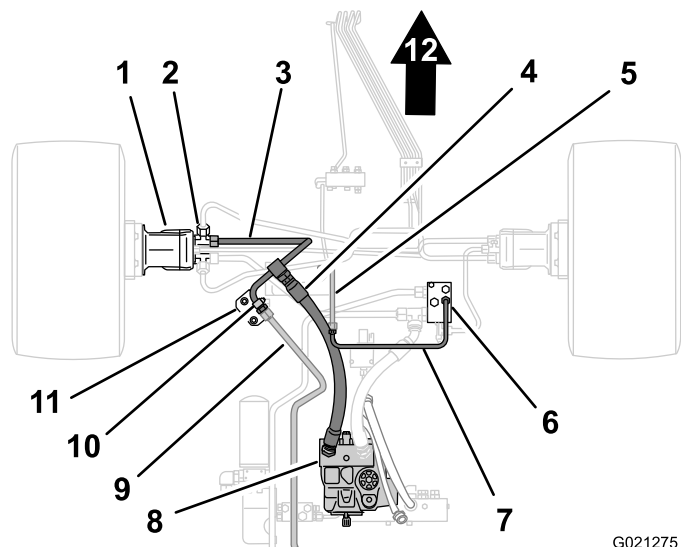
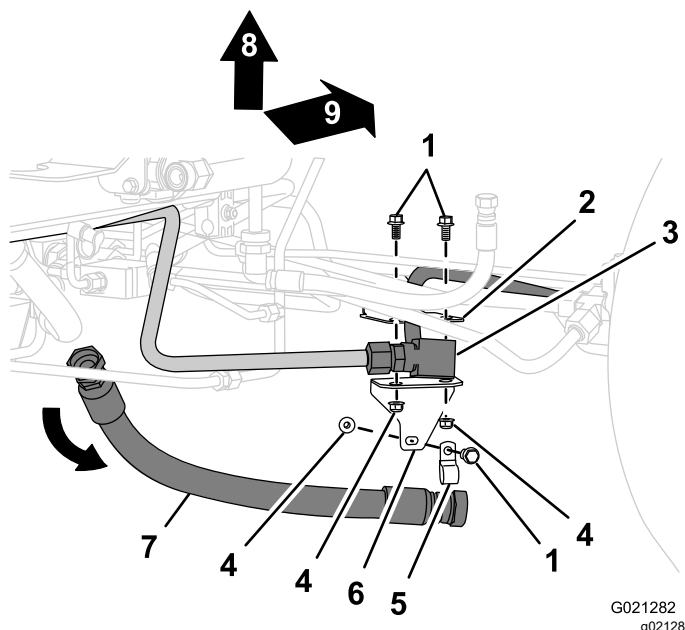

図 2
図 3
1. 高圧側ホースの前側端部に合わせてオイル回収容器を置く図 2。
2. 高圧側ホースの前側端部をデバイダチューブから外し、ホースとチューブから抜けてくる油圧オイルを容器に回収する図 3。
3. 高圧側ホースの後側端部を油圧ポンプのフィッティングから外し、高圧側ホースを取り外す図 2 と 図 3を参照。
2. 後走行マニホルドのフィッティングから出ているクロスチューブのチューブナットを取り外す図 2 または図 3。
3. クロスチューブのフィッティングから出ているフィルタチューブのチューブナットを取り外して、クロスチューブを取り外す図 2 または図 3。
1. デバイダチューブをチューブブラケットに固定しているボルトとナットを外してクランプを取り外す 図 3または 図 2。
2. チューブブラケットをシャーシブラケットに固定しているボルト2本とナット2個を取り外す 図 3または 図 2。
2. 左前走行モータのT字フィッティングデバイダチューブのチューブナットを取り外して、機体からチューブを取り外す 図 2または 図 3。